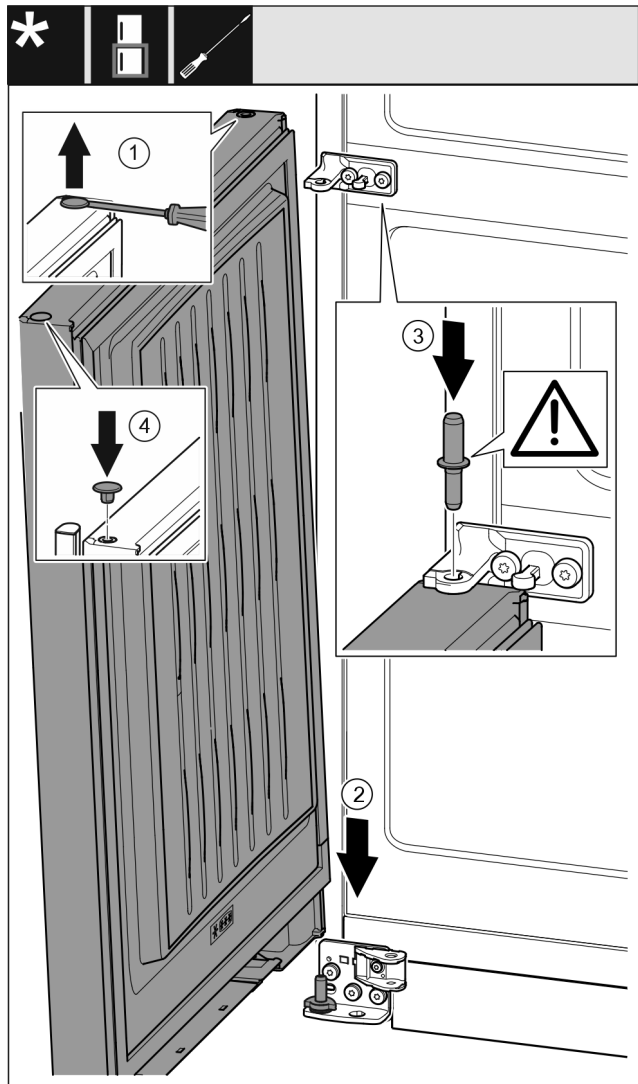

Fig. 57
- Óvatosan emelje meg a dugót Fig. 57 (1) lapos csavarhúzóval, és húzza ki.
- Helyezze fel az ajtót Fig. 57 (2) felülről az alsó csapszegre.
- Helyezze a középső csapszeget Fig. 57 (3) a középső csapáglyakon keresztül az alsó ajtóba. Ügyeljen közben arra, hogy a reteszelő bütyök hátrafelé mutasson.
- Tegye vissza a dugót Fig. 57 (4) az ajtó másik oldalára.